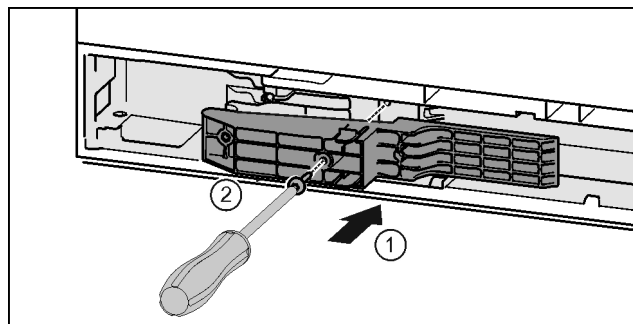

Fig. 45 *
- ▶ Adaptér nasadíte na strane rukoväte do vybrania. Fig. 45 (1)*
- ▶ Skrutkovačom T15 pevne zaskrutkujte skrutky. Fig. 45 (2)*